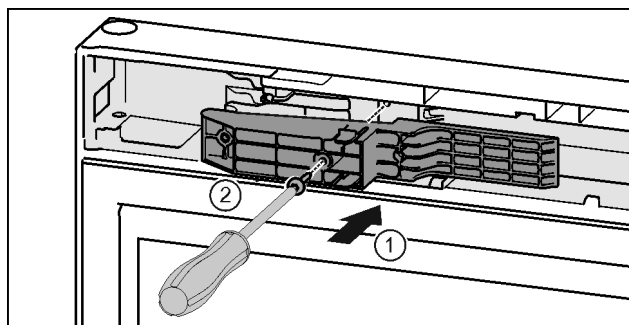

Fig. 46 \*
- ▶ Adapterstuk aan de greepzijde in de uitsparing plaatsen. Fig. 46 (1)\*
- ▶ Schroeven met schroevendraaier T15 vastschroeven. Fig. 46 (2)\*